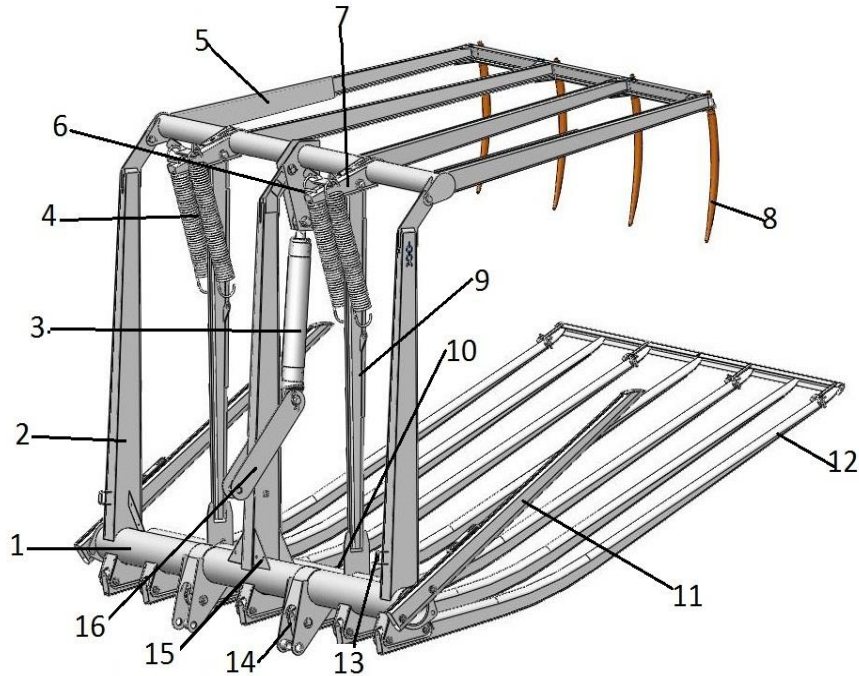

Рис.1 Решетка грабельная:
Грабельная решетка (рис.1) состоит из сварной рамы, включающей в себя трубу 1 и три стойки 2.
- 1) Расположить трактор так, чтобы втулки рамы подъема оказались против кронштейнов 14 (рис. 1);